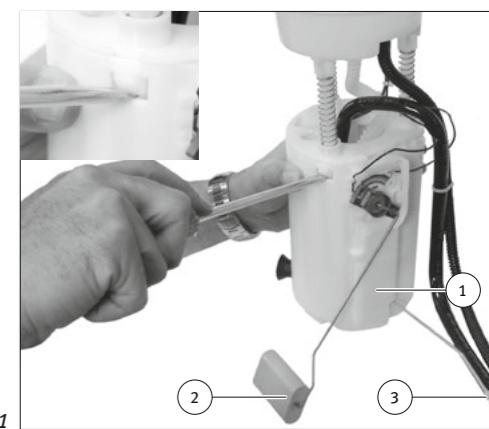

Abb. 1/Fig. 1/Puc. 1/图1
- Carefully pull out the plastic hose for the suction jet pump (3) from the opening in the cover of the reservoir (1).
- Use a suitable tool to loosen the cover of the reservoir (1) with care (see → Fig. 1).
- Débrancher avec précaution la conduite de plastique de la pompe à jet aspirant (3) de l'ouverture du couvercle du réservoir (1).
- Avec un outil adéquat, retirer tout doucement le couvercle du réservoir (1). (Voir → Figure 1).